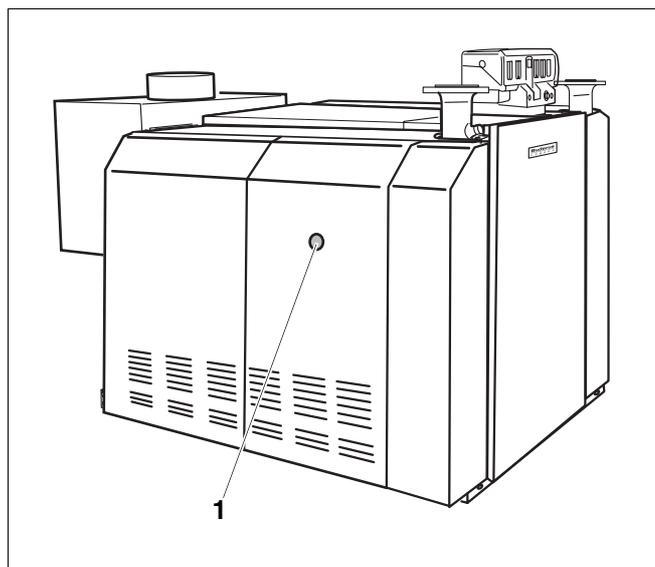

Fig. 33 Tasto di riarmo
In caso di guasti al bruciatore, la spia di segnalazione guasti del tasto di riarmo (fig. 33, **pos. 1**) della caldaia si accende.
E' possibile azionare il tasto di riarmo (fig. 33, **pos. 1**) del bruciatore dall'apertura situata sul pannello laterale. Non smontare il pannello laterale
- Premere il tasto di riarmo (fig. 33, **pos. 1**) della caldaia.